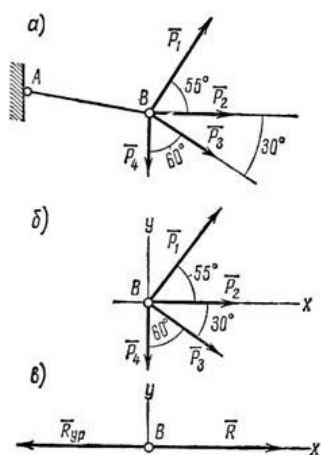

Рисунок 2
1. К концу В веревки АВ прикреплено кольцо, на которое действуют четыре силы:  $P_1 = 40$  Н,  $P_2 = 25$  Н,  $P_3 = 25$  Н и  $P_4 = 20$  Н, направленные, как показано на рис. 2, а (сила  $P_2$  горизонтальна). Определить усилие, возникшее в веревке, и ее направление относительно горизонта. Решение – методом проекций.